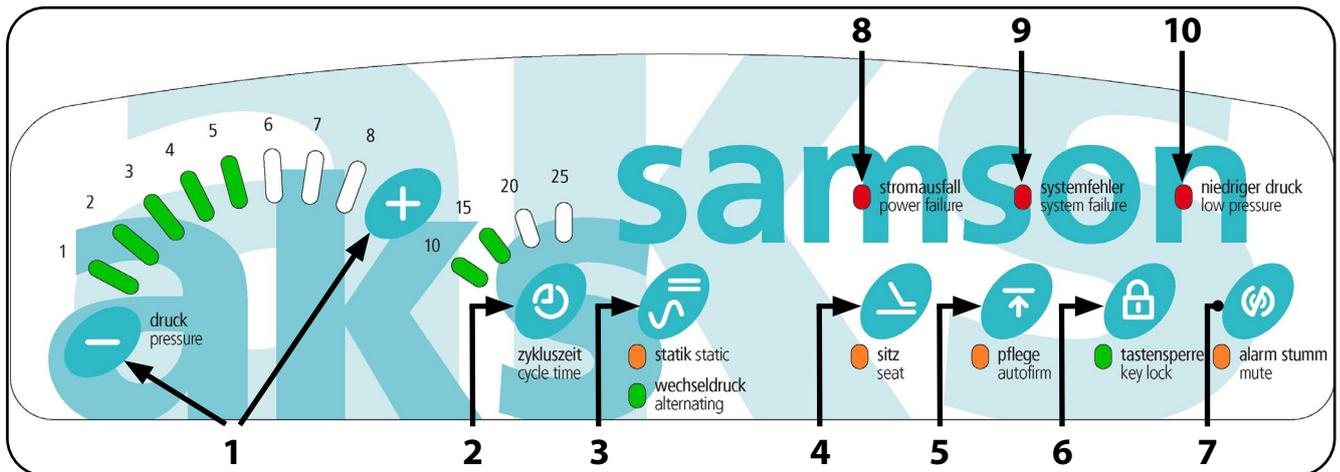

Abb. 5.1.01 - Bedienfeld aks-samson Aggregat
Über zwei Druckregeltasten („+“ und „-“) auf dem Bedienfeld des Aggregates (Abb. 5.1.01) wird der Fülldruck im Verhältnis zum Patientengewicht stufenweise als Richtwert eingestellt. Die Einstellung ist dabei in 8 Stufen möglich. Durch den erforderlichen Handtest und ggf. einer Nachregulierung des Fülldrucks wird eine Anpassung an die Besonderheiten des Patienten ermöglicht (siehe Kapitel Bedienung/Anwendung Abschnitt **Normalbetrieb**).
Durch ein optisches Alarmsignal „niedriger druck“ (Abb. 5.1.01) und ein akustisches Alarmsignal wird ein möglicher Druckverlust bzw. Druckabfall im System signalisiert und somit das Risiko des Durchliegens reduziert. Um eine dauerhafte Lärmbelästigung zu vermeiden kann bei Eintreten eines Druckverlustes das akustische Alarmsignal separat mit der Taste für die Rücksetzung des Alarms (Abb. 5.1.01) ausgestellt werden. Das optische Alarmsignal weist weiterhin auf den Druckverlust hin, bis dieser behoben ist.
Das Produkt kann zusätzlich über die Taste „wechseldruck/statik“ am Aggregat (Abb. 5.1.01) vom Betriebsmodus Wechseldruck in den Betriebsmodus Statik und umgekehrt umgeschaltet werden. Im Betriebsmodus Statik werden beide Luftkammerkreise der oberen Luftzellenebene in der Wechseldruckmatratze mit dem eingestellten Fülldruck gleichzeitig befüllt. Der eingestellte Betriebsmodus wird durch das Aufleuchten der jeweils zugehörigen LED angezeigt.
2. Überprüfen Sie nach dem Anschalten des Aggregates den eingestellten Betriebsmodus. Wählen Sie, wenn notwendig, den gewünschten Betriebsmodus Wechseldruck oder Statik durch Betätigen der Taste „statik“/„wechseldruck“ aus (Abb. 5.1.01).
3. Hat die Wechseldruckmatratze ihren Betriebsdruck erreicht, erlischt die rote LED „niedriger druck“ (Abb. 5.1.01).
4. Aktivieren Sie den akustischen Alarm wieder, durch Betätigen des Alarmrücksetzungstasters (Abb. 5.1.01) .